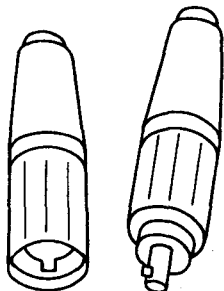

图 1-2 电缆接头连接器
④ 焊机的电缆线应使用整根导线，中间不应有连接接头。当工作需要接长导线时，应使用接头连接器牢固连接，见图 1-2。连接处应保持绝缘良好。